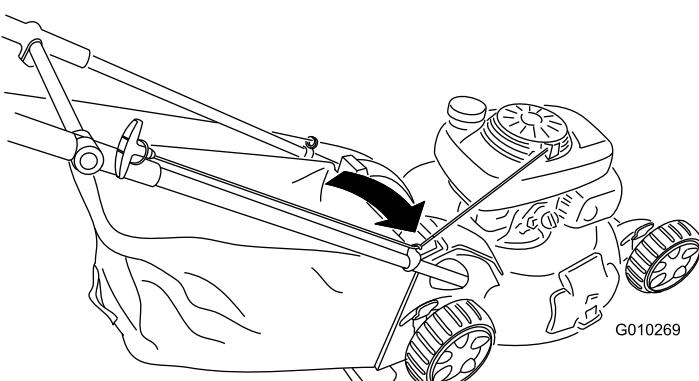

Figure 30
- Faites passer le câble du lanceur autour du guide inférieur (Figure 30).